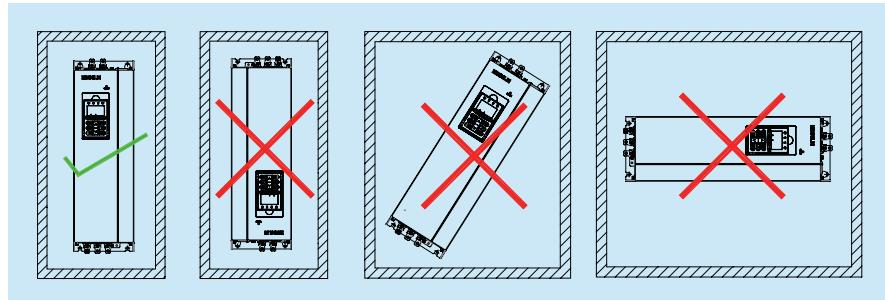

图 3-4 安装方式
1、如图 3-4 所示，变频器应竖直安装，在正前方看到操作面板，请勿倒装或水平安装。应使用螺钉安装在坚固的结构上。